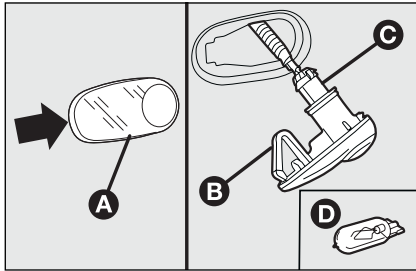

fig. 24
- duw tegen het lampenglas **A**-fig. 24 zodat de interne borgveer **B** wordt ingedrukt en trek de unit naar buiten;